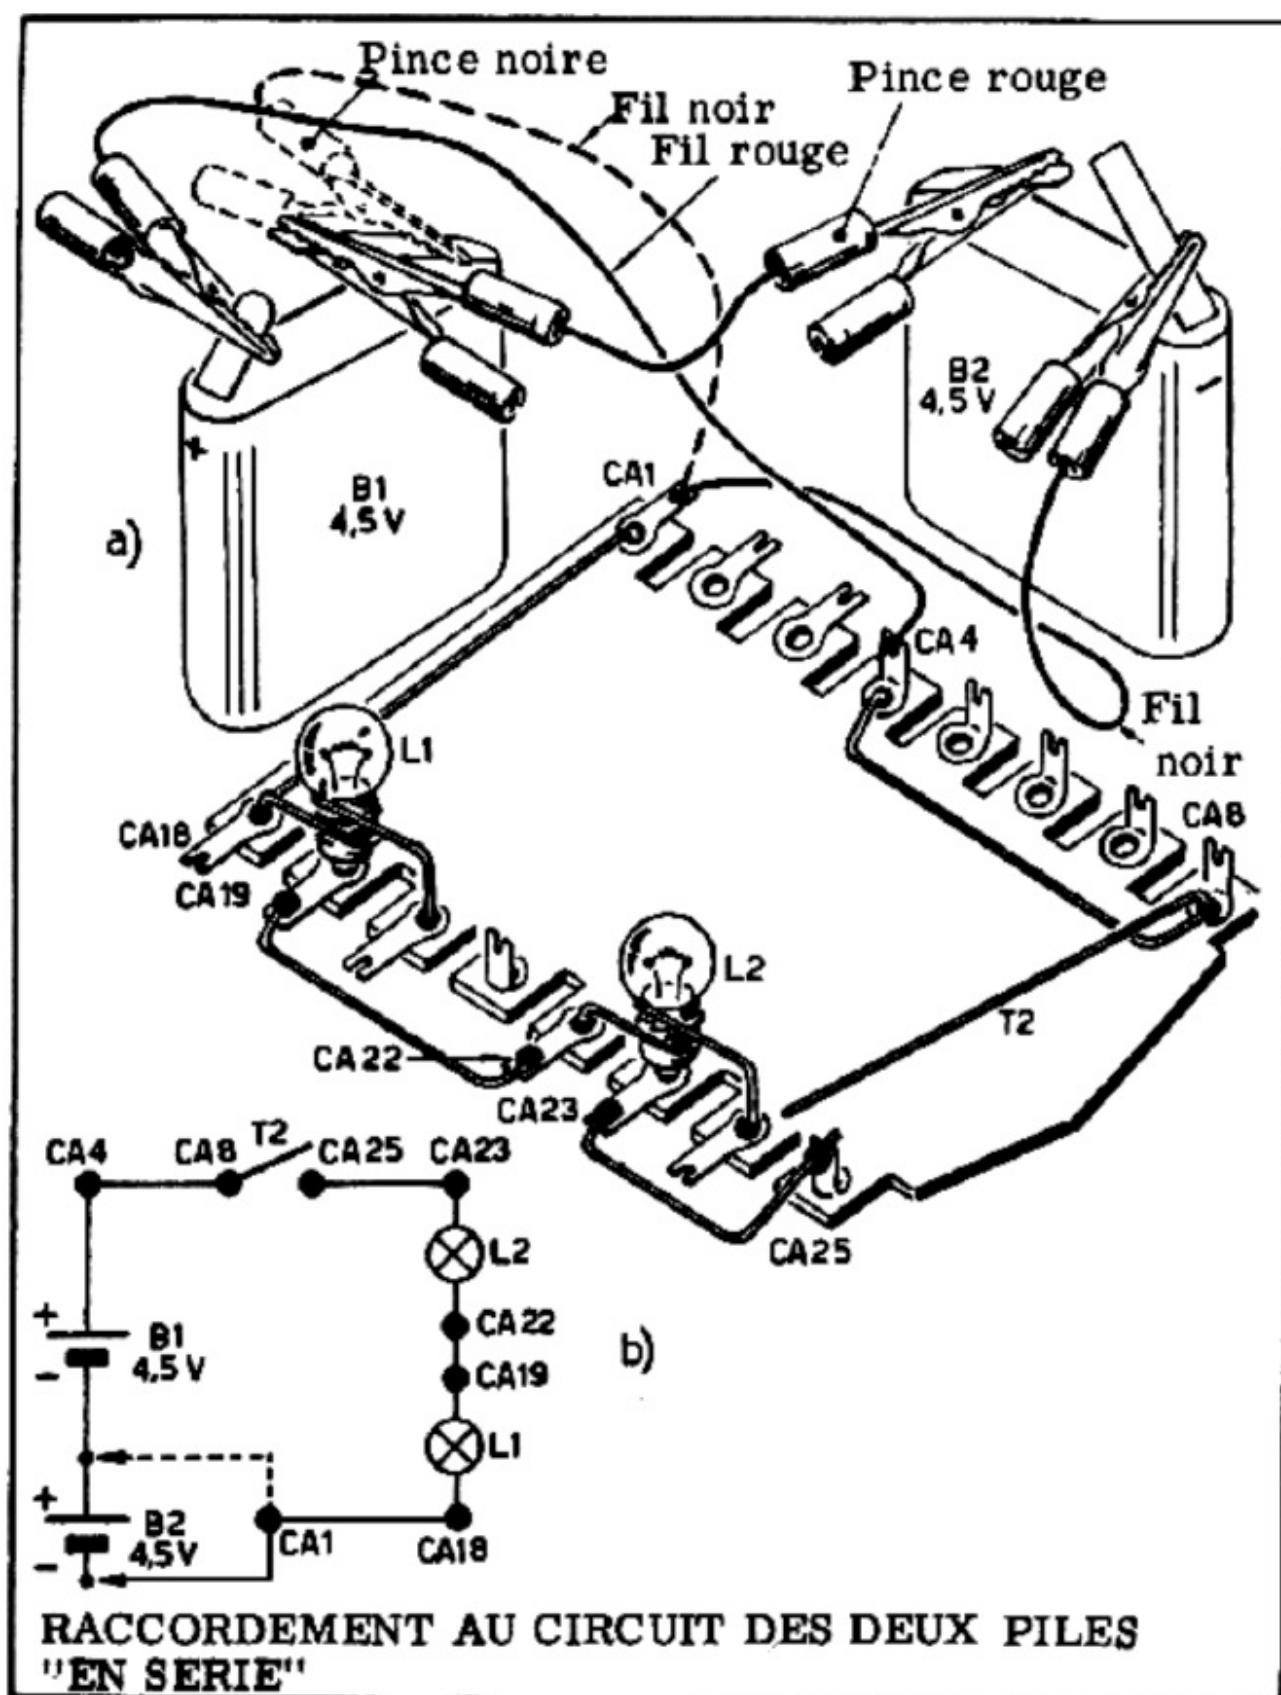

Figure 21
e) Reliez le fil rouge d'alimentation qui part de la cosse CA4 de la plaquette au pôle positif de B1 ; reliez le fil noir d'alimentation partant de la cosse CA1 de la plaquette au pôle négatif de B1 ; ce raccordement est figuré en pointillé sur la *figure 21 - a* et sur le schéma de la *figure 21 - b*.
g) Débranchez ensuite du pôle négatif de la batterie B1 le fil d'alimentation noir partant de la cosse CA1 et raccordez-le au pôle négatif de la batterie B2 (Figures 21 - a et 21 - b).